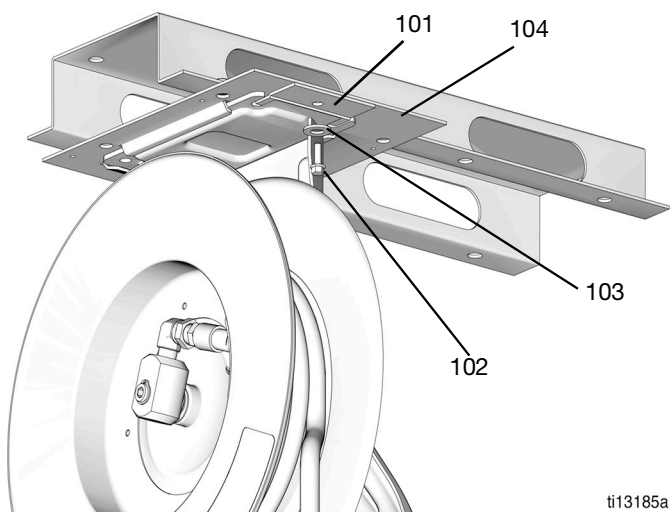
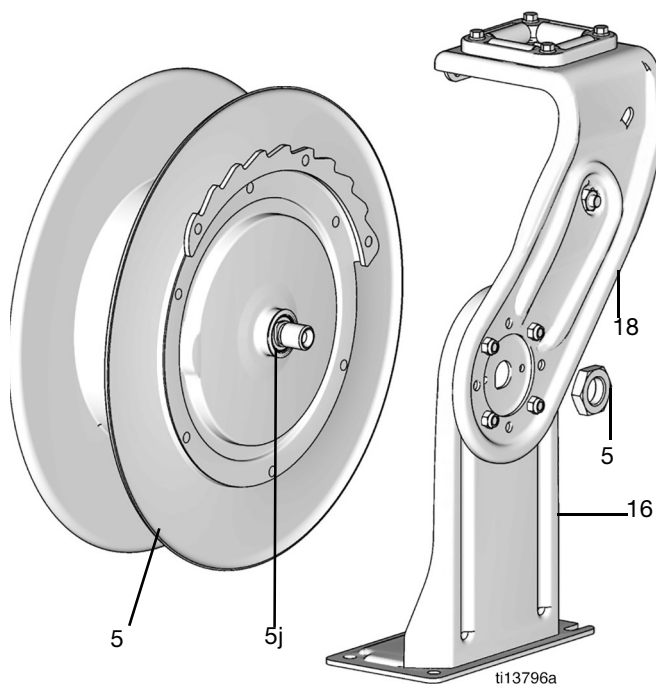

Рис. 18
Рис. 20
ПРИМЕЧАНИЕ. Буквенные обозначения, используемые в дальнейших инструкциях, относятся к Рис. 18 - Рис. 20.
3. Снимите винт с головкой (102), шайбу (103) и прижимную пластину (101).
4. Затем сдвиньте катушку с плиты основания (104) (Рис. 18).
7. Отсоедините и выбросьте гайку (5g) (Рис. 20).
8. Полностью снимите рычаг с направляющей (18) вместе с опорой (16) и отложите этот узел в сторону, чтобы затем установить их на новую шпулю (Рис. 20).